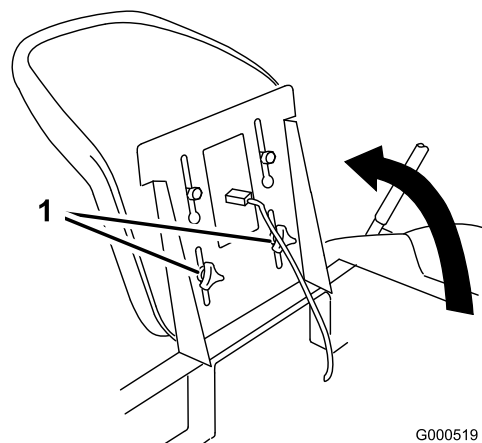

Figura 21
1. Alzate il sedile e allentate le manopole di regolazione quanto basta per spostarlo (Figura 21).